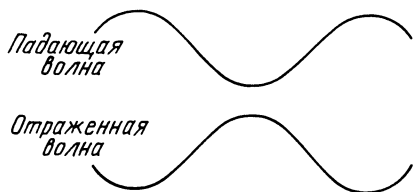

Рис. 25.4. При сложении падающей и отраженной волн сигнал обращается в нуль.
Связь на земных волнах подвержена также другим факторам, особенно на ОВЧ и более высоких частотах. Прямая волна состоит из двух волн - падающей и отраженной. Если обе эти компоненты попадают в приемную антенну, они алгебраически складываются, усиливая или ослабляя сигнал. Обычно эти компоненты смещены по фазе, так как длина их траекторий различна. В точке отражения разность фаз может составлять 180° (особенно если падающая волна горизонтально поляризована), как на рис. 25.4. В этой ситуации применимо следующее общее правило:
2. Если сдвиг фаз равен целому числу полувольт, то компоненты вычитаются и сигнал ослабляется (рис. 25.4).